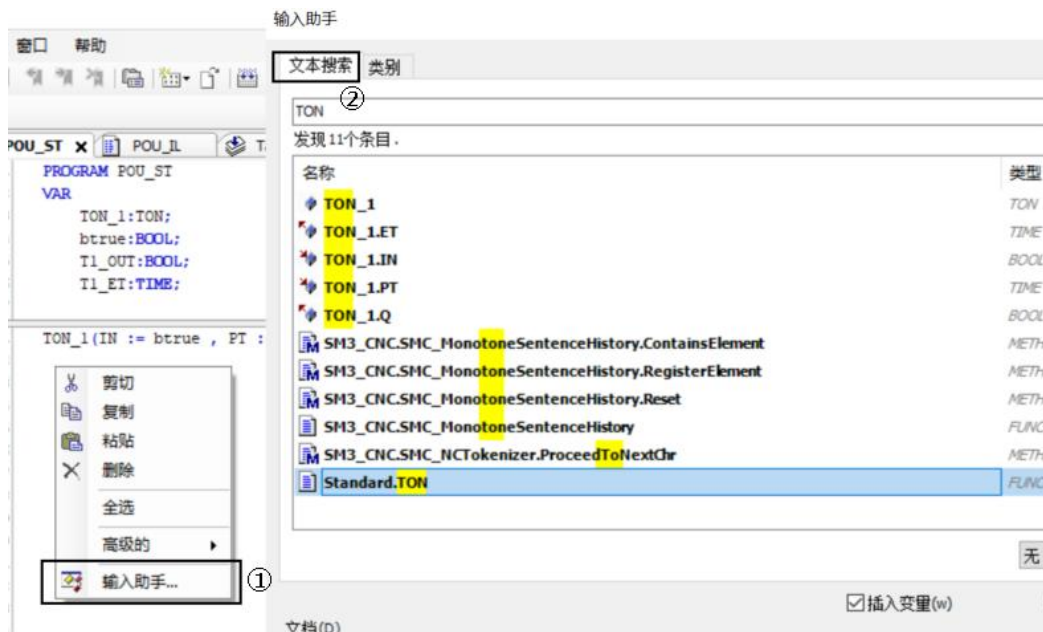

图 4.13 用输入助手查找功能块
如图 4.13 所示，当用户不想一个个输入功能块参数引脚名称时，可以在 ST 编辑器中鼠标右击，选择①“输入助手”→②“文本搜索”中输入功能块名称，可自动找到功能块，选中、点“确定”后，功能块即显示在编辑区。输入输出引脚已自动补全，用户只需为各参数引脚分配数值或变量，同时将功能块名称更换为实例名即可。